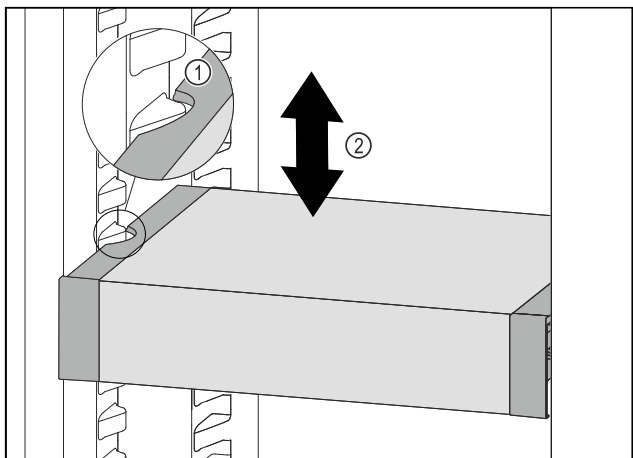

Fig. 63
- ▶ Predal VarioSafe povlecite v smeri naprej, dokler nista stranska izreza predala VarioSafe na višini nastavka za posodo v hladilniku. Fig. 63 (1)
- ▶ Predal VarioSafe premikajte v hladilniku gor ali dol, dokler ne dosežete želene višini. Fig. 63 (2)